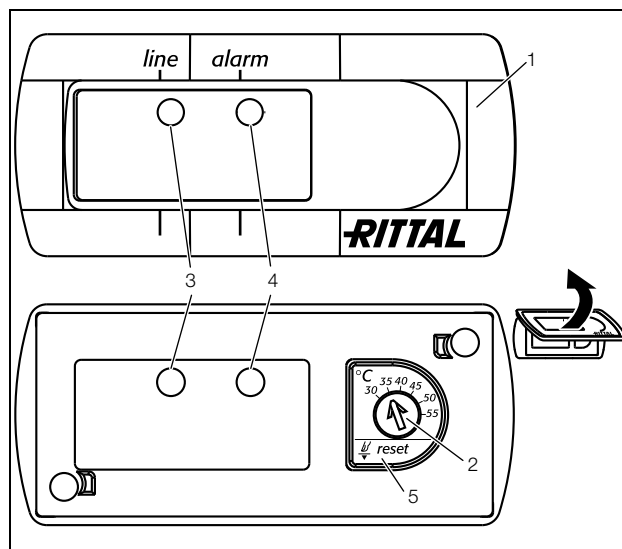

Imagen 28: Controlador básico
- Presione la tecla reset (imagen. 28, nº 5) durante como mín. 3 segundos